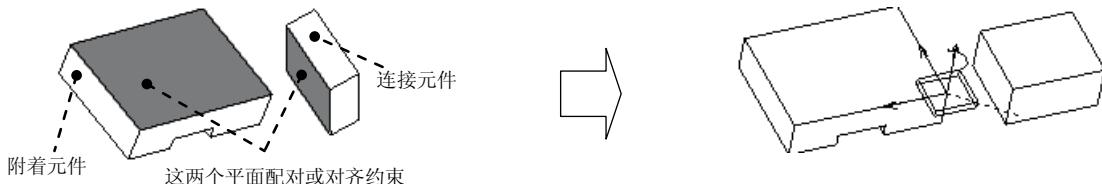

图 12.2.5 平面 (Planar) 接头
平面接头如图 12.2.5 所示，在这种类型的接头中，连接元件既可以在一个平面内相对于附着元件移动，也可以绕着垂直于该平面的轴线相对于附着元件转动。
Step3. 创建平面接头。在约束集选项列表中选取 平面 选项，单击操控板菜单中的 放置 按钮，分别选取图 12.2.5 中的两个表面。